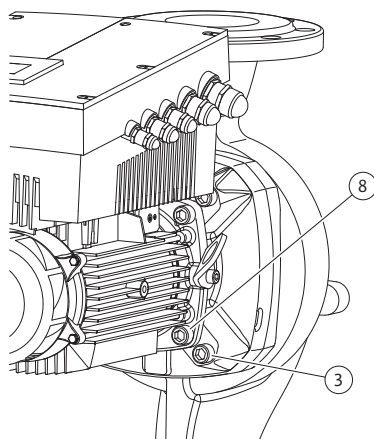

Fig. 50: Опціональне закріплення модуля
11. Розкрутити і зняти гвинти (Fig. 7, п. 3). Залежно від типу насоса зняти зовнішні гвинти (Fig. 50, п. 3). Модуль (див. Fig. 13) після зняття гвинтів залишається у безпечному положенні у корпусі насоса, і навіть за горизонтального розташування вала двигуна не ризикує перекинутися.
22. Ліхтар насунути на вал і розмістити згори (або у іншому бажаному положенні) під кутом до фланця двигуна. При цьому слід дотримуватися монтажних положень щодо кожного компонента (див. розд. 7.1 «Допустимі монтажні положення і змінення порядку компонентів перед встановленням» на сторінці 20). Ліхтар закріпити гвинтами (Fig. 7, п. 10) **або** — у випадку такого типу насоса /ліхтаря як на (Fig. 50) — гвинтами (Fig. 50, п. 8) на фланці двигуна.